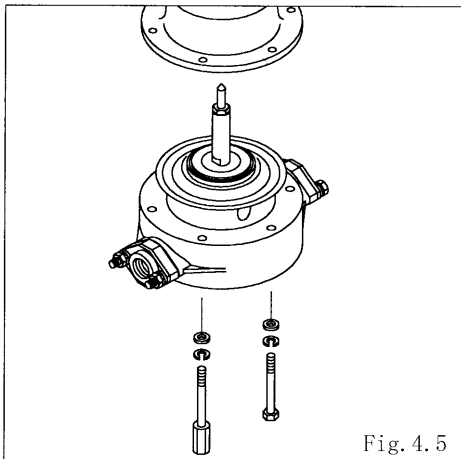

Fig. 4.5
- ・アウトチャンバー取付ボルト、スタッド 6 か所を外し、アウトチャンバーを取り外す。(AD-10、AD-25) [Fig.4.5]
- ・アウトチャンバー取付ボルト、スタッド、ナット 8 か所ずつを外し、アウトチャンバーを取り外す。(AD-40、AD-50) [Fig.4.5]
- ・ダイヤフラム、センターディスク、センターロッドを本体から引き抜く。[Fig.4.5]